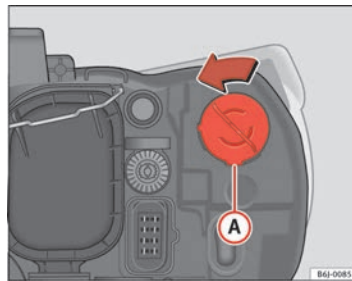

Fig. 135 Luz intermitente
- Gire el portalámparas ⇒ fig. 135 **A** a la izquierda y tirar.